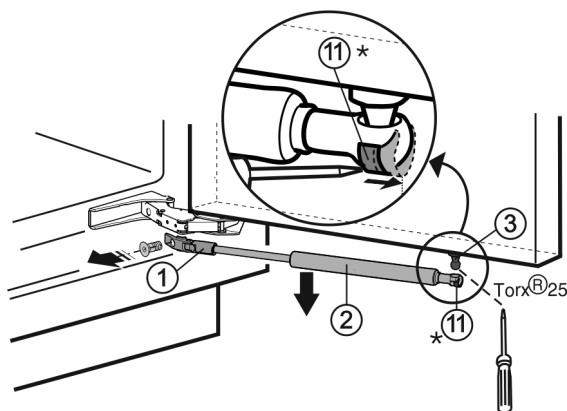

Fig. 7
- Spannfeder Fig. 7 (11) mit einem Schraubendreher nach außen schieben.*
- Deslice hacia fuera el muelle tensor Fig. 7 (2) con un destornillador.
- Retire hacia abajo el amortiguador de cierre Fig. 7 (1).
- Desatornille la rótula esférica Fig. 7 (3) (Torx® 25).
- Deslice hacia fuera el muelle tensor Fig. 7 (11) con un destornillador.*
- Retire hacia abajo el amortiguador de cierre Fig. 7 (2).
- Desatornille el soporte Fig. 7 (1).